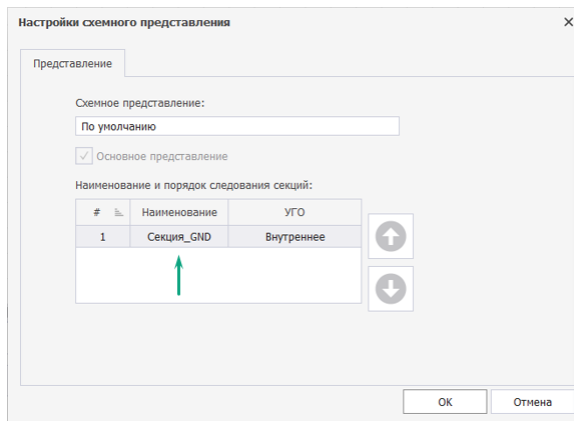

Рис. 212 Переименование секции
2. Выбрать в таблице секцию, которую необходимо переименовать, и ввести новое имя в столбце «Наименование», см. Рис. 212.